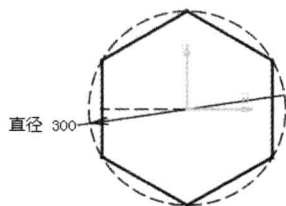

图 2.2 草图 1
Step2. 创建图 2.2 所示的草图 1。选择下拉菜单 **插入** → **草图编辑器** → **草图** 命令;选择“xy 平面”作为草图平面;在草绘工作台中绘制如图 2.2 所示的草图。